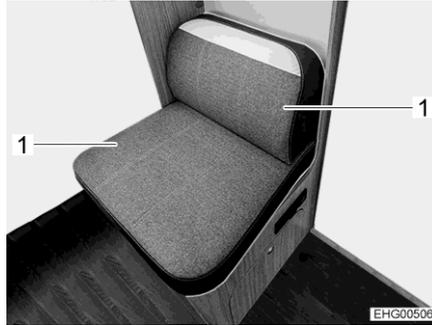

Fig. 15 Banco
- Quitar dos cojines (Fig. 15,1).